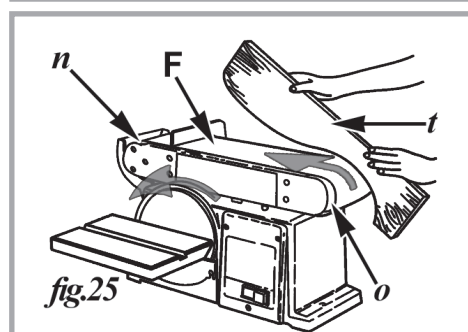

fig.25
1. Toujours sabler à l'intérieur des bords incurvés d'une pièce (T) sur la Fig.25, côté tambour de tension (o, fig.25) comme représenté, plutôt que le tambour d'entraînement.